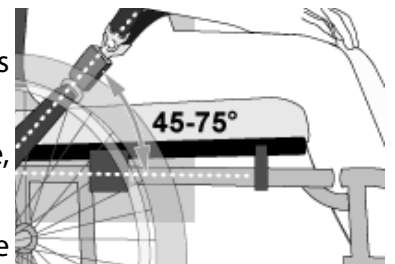

Figure 2
- L'angle de la ceinture de contrainte devrait être compris entre 30° et 75° par rapport à l'horizontale et, idéalement, entre 45° et 75° par rapport à l'horizontale (comme le montre la Figure 2).